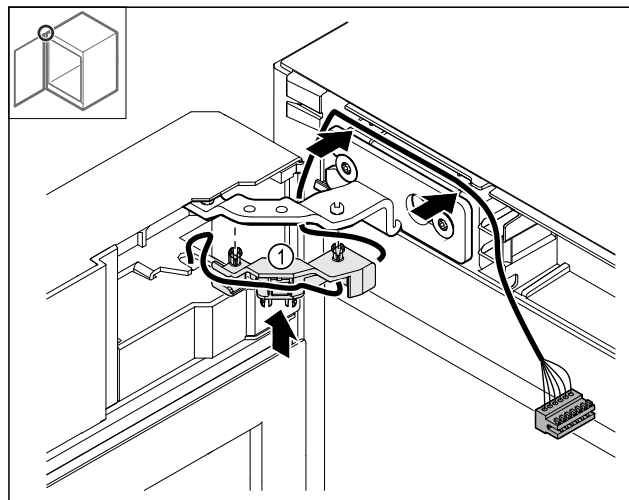

Fig. 49
- ▶ Натиснете държача на кабела Fig. 49 (1) в пантата.